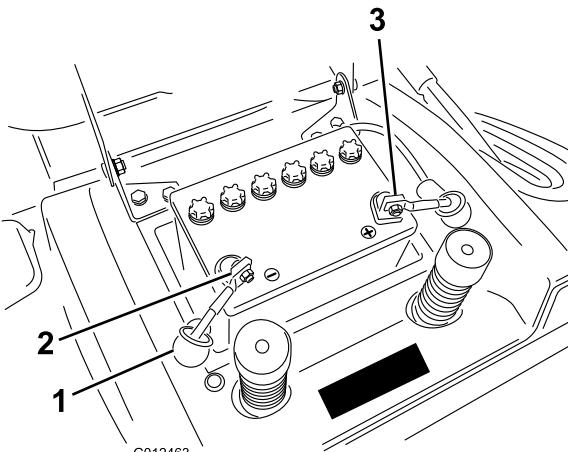

Figura 31
7. Desligue o cabo negativo (preto) do pólo da bateria (Figura 31).
9. Desligue o cabo positivo (vermelho) do pólo da bateria (Figura 31).
1. Coloque a bateria no chassis com os polos da bateria voltados para a traseira da máquina (Figura 31).
3. Utilizando um parafuso e uma porca de orelhas, ligue o cabo positivo (vermelho) ao polo positivo (+) da bateria (Figura 31). Coloque a tampa de borracha no polo da bateria.
4. Utilizando um parafuso e uma porca de orelhas, ligue o cabo negativo (preto) ao polo negativo (-) da bateria (Figura 31). Coloque a tampa de borracha no polo da bateria.